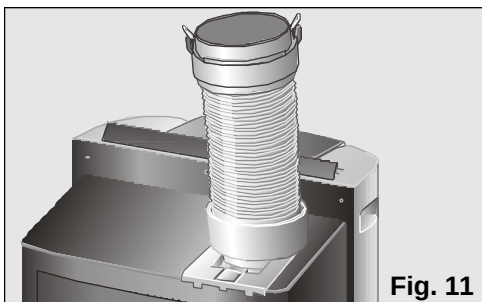

Fig. 11
- ☐ Enlevez le diffuseur et mettez le tube expulseur d'air dans la position indiquée sur la **figure 11.**